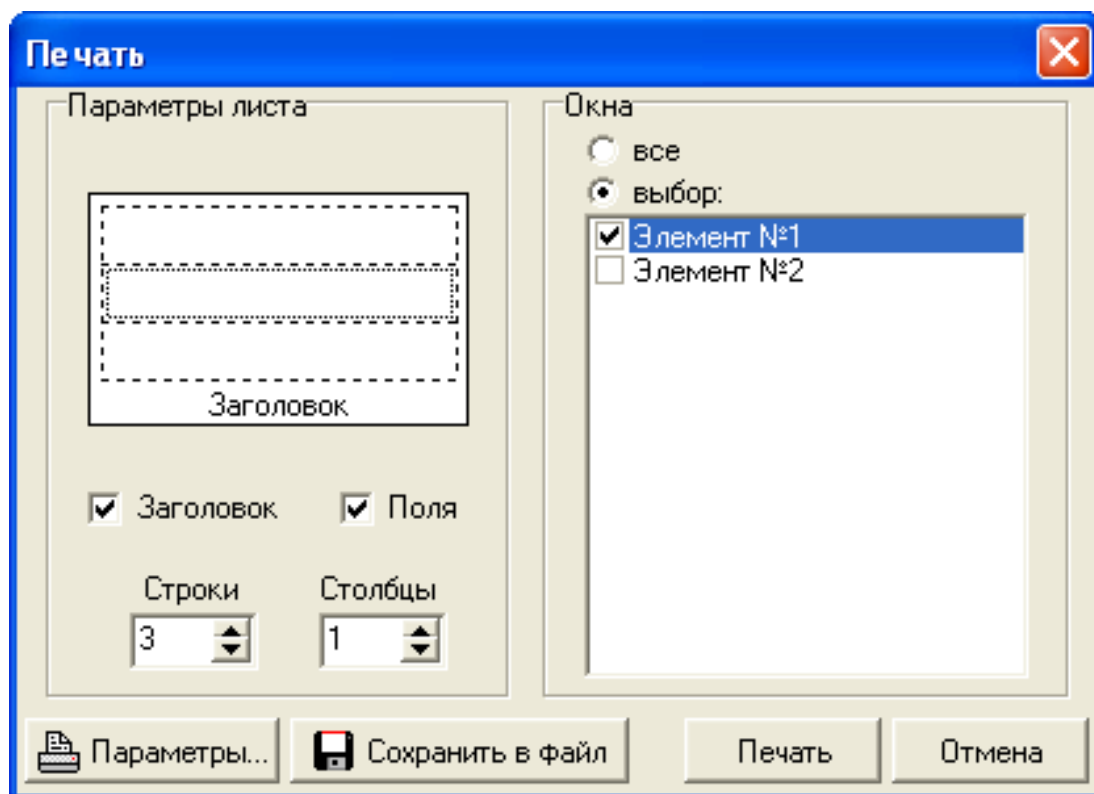

Рис. 23. Окно «Печать».
- для печати одного или нескольких элементов (см. рис. 23), необходимо выбрать пункт **«Выбор»** нажатием левой клавиши мыши, при этом активизируются пункты **«Окна»**, **«Строки»** и **«Столбцы»**. Оставить галочки у тех элементов, которые Вы хотите распечатать. Выбрать то количество **«Строк»** и **«Столбцов»**, на сколько Вы хотите разбить лист печати. В **«Параметрах листа»**, на общем виде листа, левой клавишей мыши выбрать ту область печати (она выделится), в